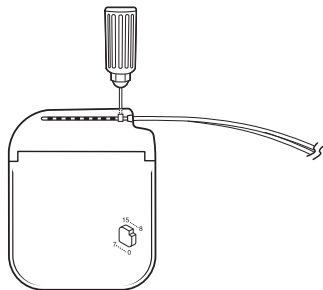

Figure 2. Serrage des vis de fixation dans le septum auto-bloquant.
5. Pour chaque extension ou bouchon, insérez à fond la clé dynamométrique (fournie avec le neurostimulateur) dans chaque septum auto-bloquant du bloc connecteur et serrez chaque vis de fixation (Figure 2).